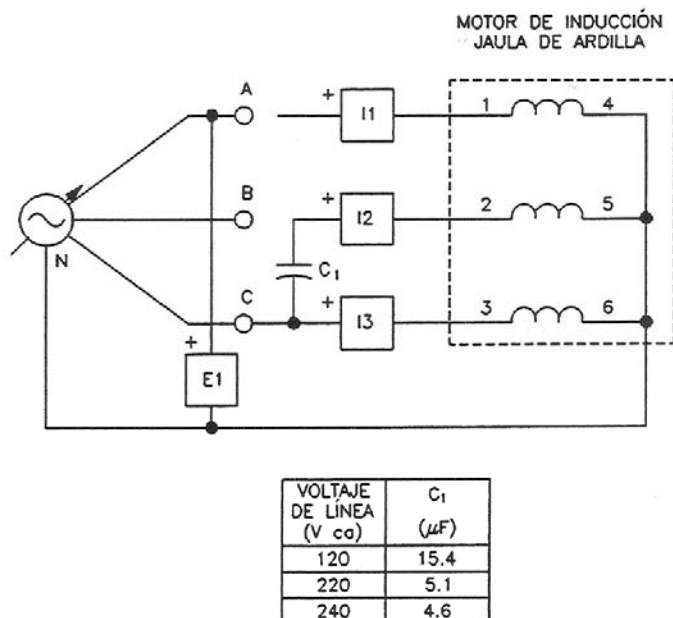

Figura 4-27. Adición de un condensador en el circuito del motor.
- ☐ 12. Utilice el módulo Carga capacitiva para conectar un condensador en el circuito del motor, como lo muestra la Figura 4-27. Ajuste la capacitancia de dicho condensador con el valor indicado en la misma figura.